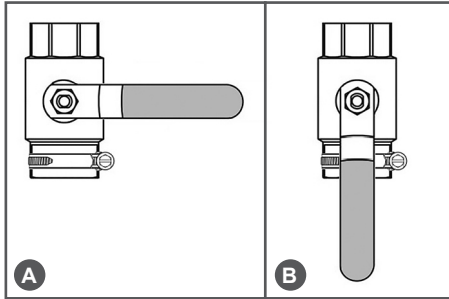

Рис. 22 Положения крана подачи воды
1. Убедитесь, что кран подачи воды закрыт. На Рис. 22А кран закрыт, на Рис. 22В кран полностью открыт.